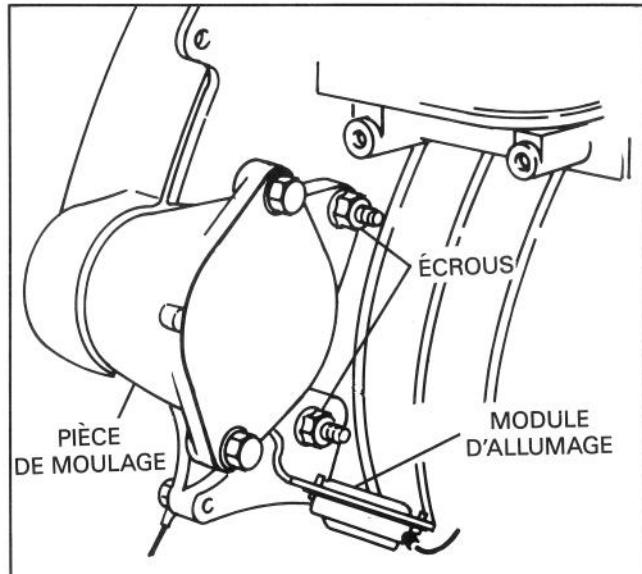

Figure 2
- Sur certains modèles, une pièce de moulage supplémentaire se trouve à l'endroit de montage du démarreur; celle-ci doit être retirée pour que le démarreur puisse être posé (fig. 2). Retirez les deux écrous à embase M8 et le support du module d'allumage, sortez la pièce de moulage et jetez-la. Démontez le module d'allumage du support de montage, mettez le module de côté et jetez le support (fig. 2).